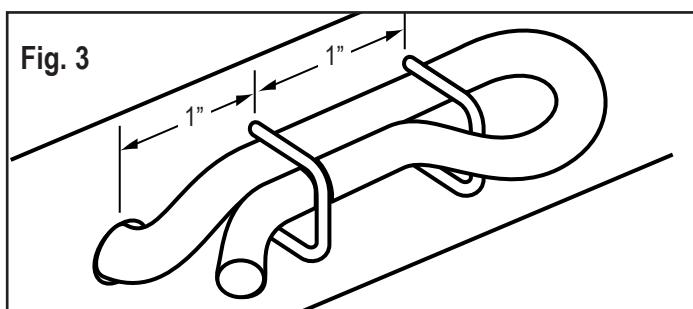

Fig. 3
4. Place two rope staples as indicated in Fig. 3. Thread the Cargo Net through the holes of the base and loop through the staples as shown (Fig. 3). Pull tight and secure by pounding staples tight against the base.
4. Installer deux crampons pour le câble du fillet comme le montre la figure 3. Enfiler les câbles de fillet d'escalade dans chaque trou et les attacher dans les crampons comme le montre la figure 3. Bien tendre les câbles et les solidifier en enfouissant les crampons complètement dans la base.